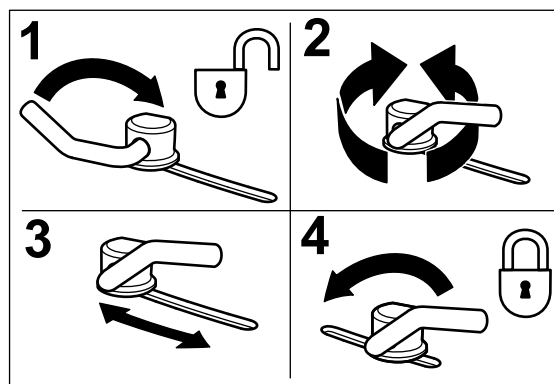

Bild 13
- Wenn Sie die Haltenocken einstellen möchten, schieben Sie den Hebel nach oben und lösen Sie die Haltenocke (Bild 13).
- Schieben Sie den Hebel zurück, um das Ablenkblech und die Haltenocken festzuziehen (Bild 13).